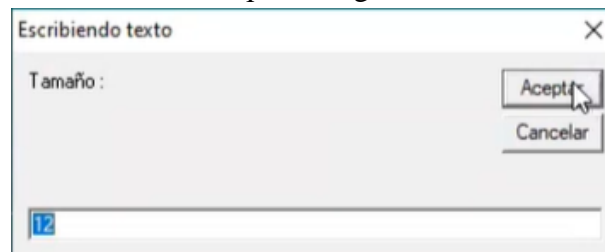

Figura 266. Tamaño del texto.
75. En la tercera ventana, presionar “Aceptar” para que aparezca una nueva ventana e introducir un tamaño de texto adecuado. Presionar “Aceptar”. Figura 266.